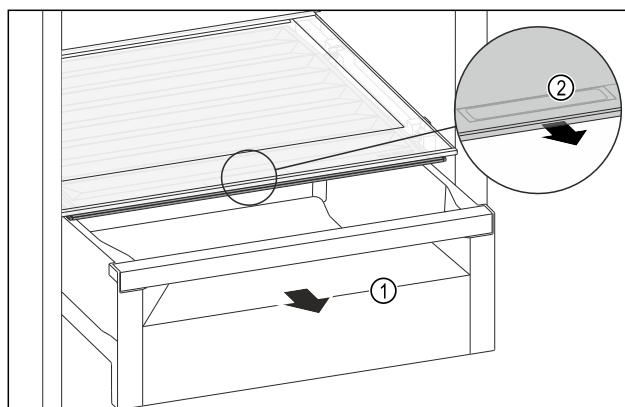

Fig. 73
- ▶ Schubfach Fig. 73 (1) herausziehen.
- ▶ Griffmulde Fig. 73 (2) am Fachdeckel anfassen und Fachdeckel gleichzeitig nach vorne ziehen.